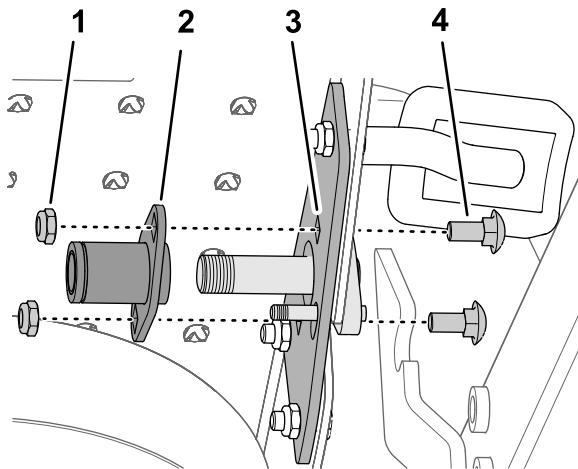

Figura 12
9. Monte la placa del casquillo en el soporte de giro y la pestaña del reposapiés (Figura 12) con los 2 pernos de cuello cuadrado (5/16" x 3/4") y las 2 contratuerca (5/16").